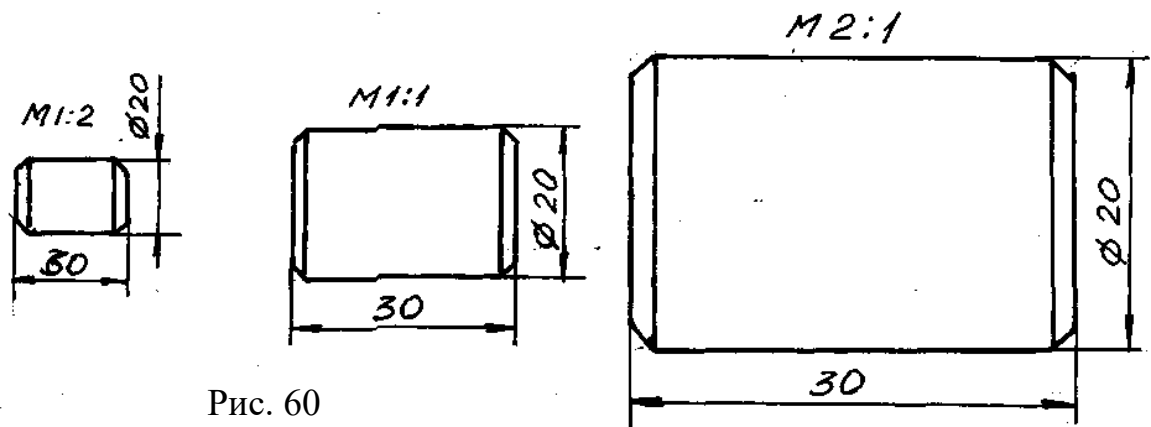

Рис. 60
3. Виконайте самостійну роботу на аркуші креслярського паперу формату А4 – «Масштаби» (див. Методичні вказівки Рис. 60). Оформіть роботу згідно стандартів (рамка, напис, підпис).
Незалежно від масштабу в якому виконане креслення, розміри на зображенні проставляють дійсної величини (рис. 60).